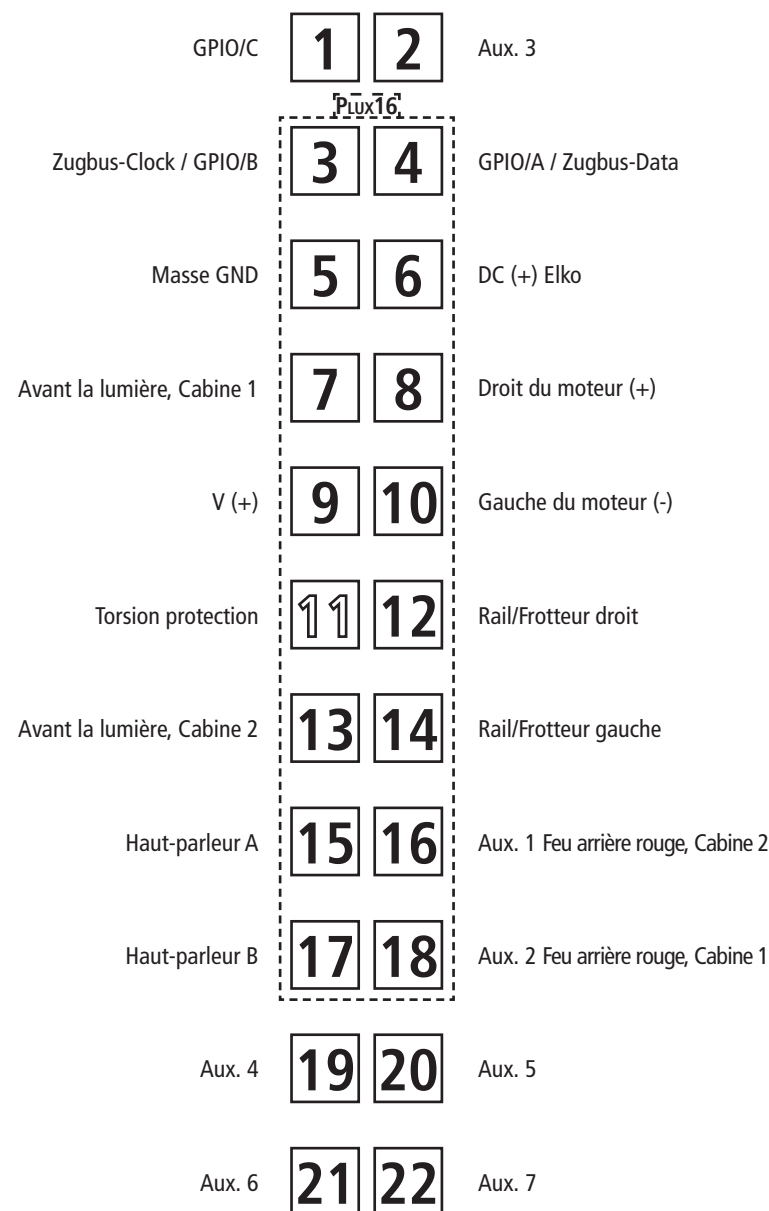
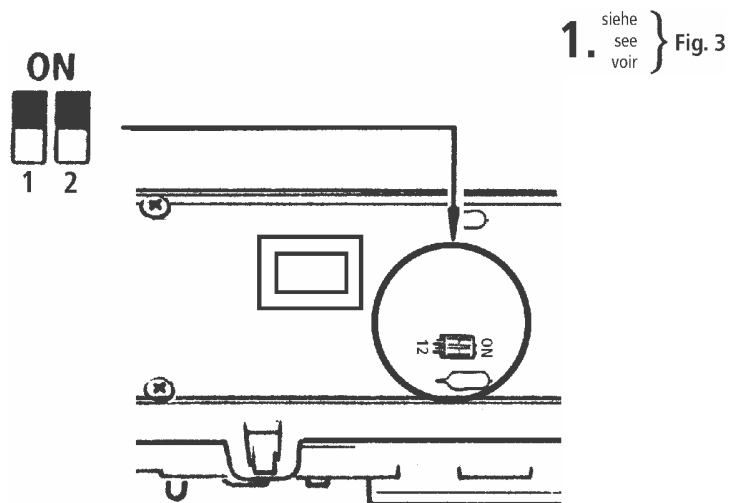
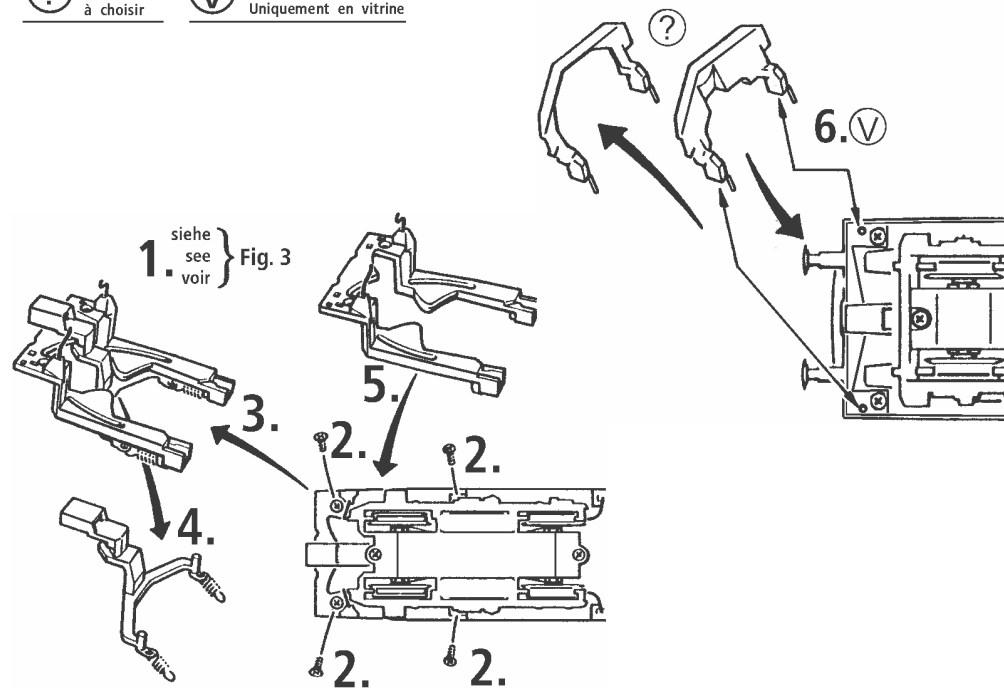

Fig. 10
Fig. 6
Fig. 3
2. Schmierung: Versehen Sie die im Schmierplan in Fig. 9 gekennzeichneten Stellen mit nur **kleinen Öltropfen**. Dazu zuerst das Lokgehäuse abnehmen (Fig. 3). Wir empfehlen den **ROCO Öler Art.-Nr. 10906**. Fürs Schmieren der Getriebeteile (Zahnräder, Schnecke) empfehlen wir das **ROCO-Spezialfett Art.-Nr. 10905**. Im Falle der Schmierung diese Teile **nicht ölen**.
Mehrzugbetrieb: Zuerst Lokgehäuse abnehmen (Fig. 3). Danach den Brückenstecker aus der Schnittstelle entfernen (diesen sorgsam aufbewahren). Danach den Stecker des Decoders lage-richtig einsetzen (Fig. 6).
4. Kohlebürstenwechsel: Lokgehäuse abnehmen (Fig. 3). Danach wird der Motor ausgebaut und die Kohlebürsten ausgewechselt (Fig. 10).
2. Lubrication: Apply **tiny oil drops** to spots marked in fig. 9. Prior to lubrication dismantle locomotive (fig. 3). We recommend using item no. **10906, Roco oiler**. For lubrication the gearparts (e.g. cogwheels, worm) we should recommend our Roco **special grease** (item no. **10905**).
Running in digital mode: Remove the jumper from the interface. Finally put the plug of the decoder into the interface as shown in fig. 6.
4. Carbon Brush Changing: First remove loco body (fig. 3), and then the motor (fig. 10).
2. Graissage: N'appliquez **qu'une tout petite goutte** aux endroits indiqués par le plan de graissage (fig. 9) après avoir démonté la caisse de la locomotive (fig. 3). Nous vous recommandons **le graisseur à huile Roco réf. 10906**. Pour graisser les engrenages (roues dentées, vis sans fin) nous vous conseillons la **graisse spéciale Roco réf. 10905** pour engrenages en matières synthétiques. Lorsque vous utilisez cette graisse il faut éviter d'huiler ces composants.
Exploitation en télécommande multi-trains: Enlevez la fiche de shuntage de l'interface (à conserver!) et enfichez finalement la fiche de décodeur aux prises de l'interface. Veillez à la position correcte de la fiche (fig. 6).
4. Remplacement des balais du moteur: Démontez la caisse (fig. 3). Démontez ensuite le moteur et échangez le balais (fig. 10).